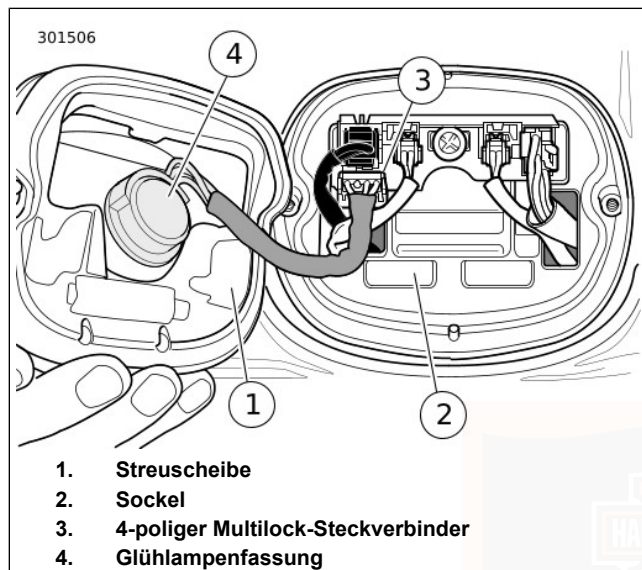

Abbildung 50. Schlussleuchten-Baugruppe
1. Siehe Abbildung 50. Den Zündschalter auf OFF (Aus) schalten.